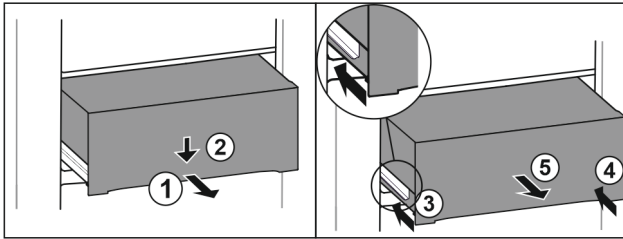

Fig. 111
- ▶ Schubfach halb herausziehen. Fig. 111 (1)
- ▶ Schubfach an der Vorderseite nach unten drücken. Fig. 111 (2)
- ▶ Linke Schiene etwa 2 cm (13/16 in) einschieben. Fig. 111 (3)
- ▶ Rechte Schiene etwa 2 cm (13/16 in) einschieben. Fig. 111 (4)
- ▶ Schubfach nach vorne entnehmen. Fig. 111 (5)